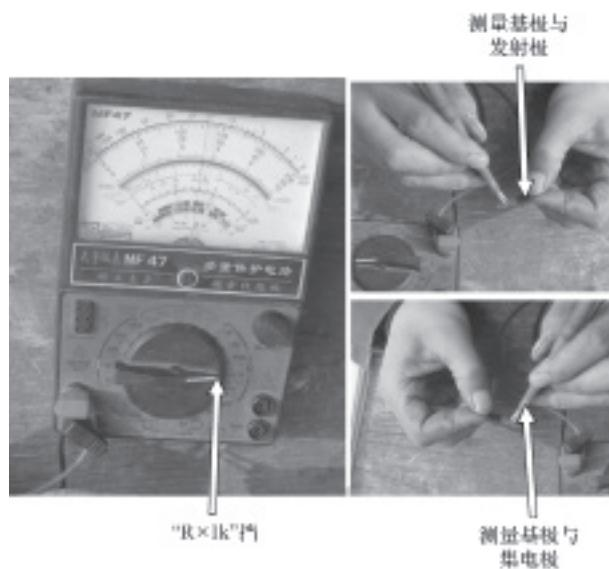

图 2-76 检测晶体管
2) 将指针式万用表的量程调至“ $R \times 1k$ ”挡，如图 2-76 所示，然后再将两表笔相接进行调零校正。